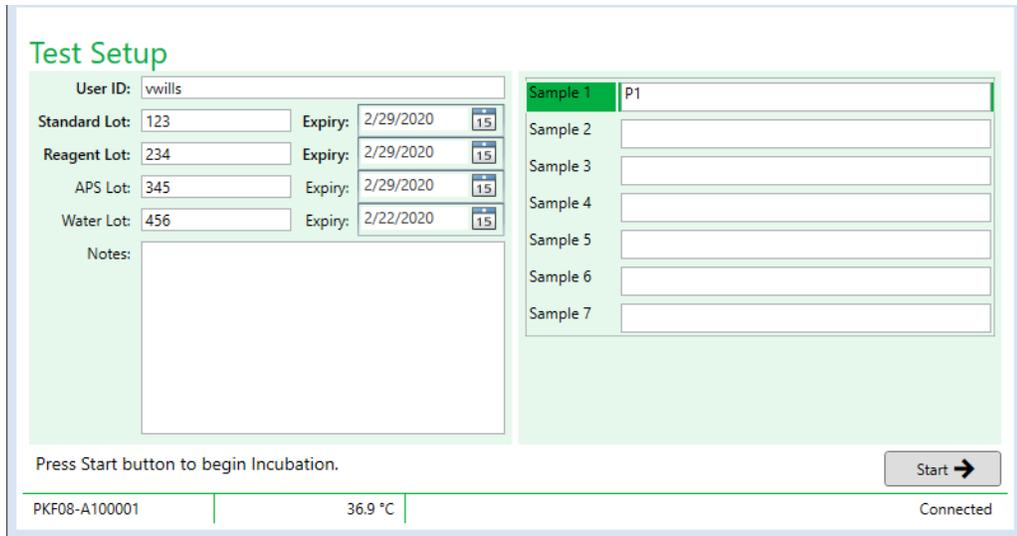

Figura 8. Pantalla Configuración de la prueba de BG Analytics®: ejemplo de información provista
4. En la pantalla **Configuración de la prueba**, use el escáner de códigos de barras o cumplimente manualmente la información mínima requerida (consulte la Figura 8) y la información opcional (si corresponde):